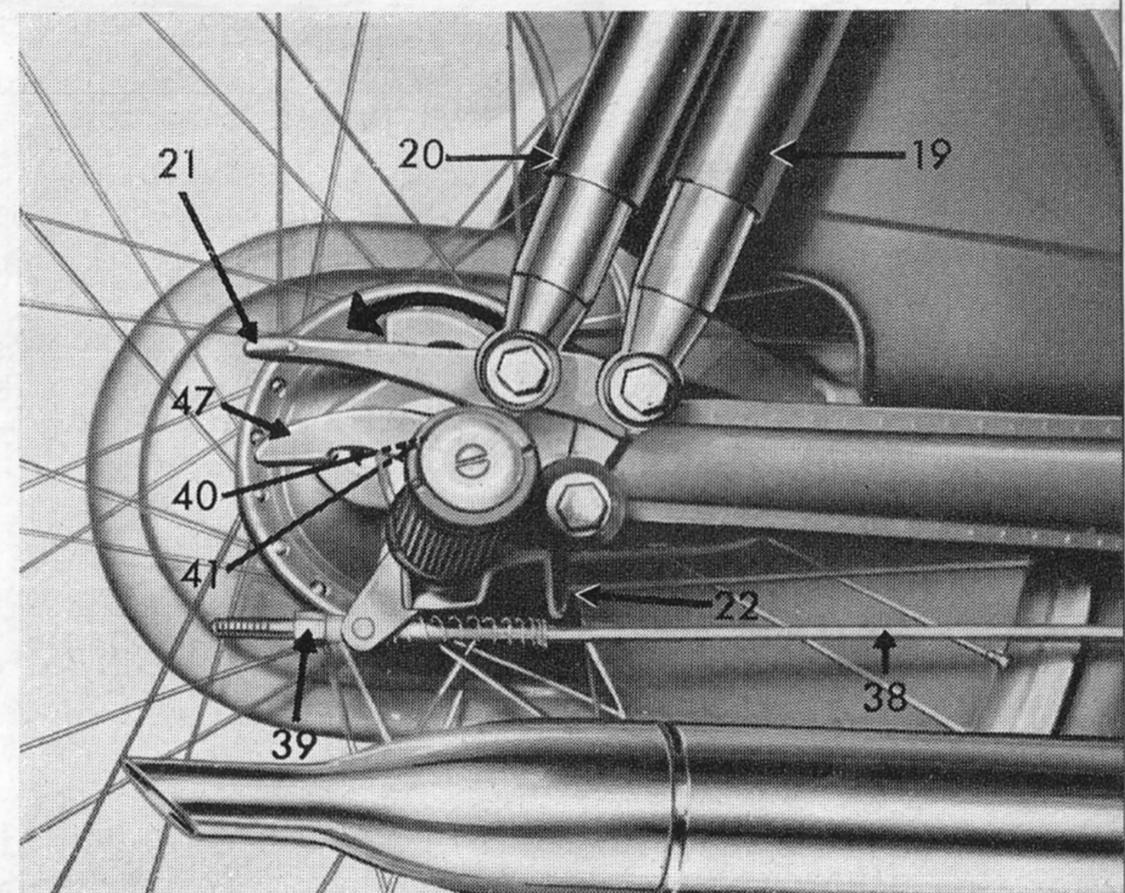

Bild 7
Bild 7 zeigt das vordere Federbein in eingeschaltetem Zustand. Beim Einschalten ist folgendes zu beachten:
4. Die Hinterradbremse (Bild 7)
6. Die Kette (hierzu Bild 7)